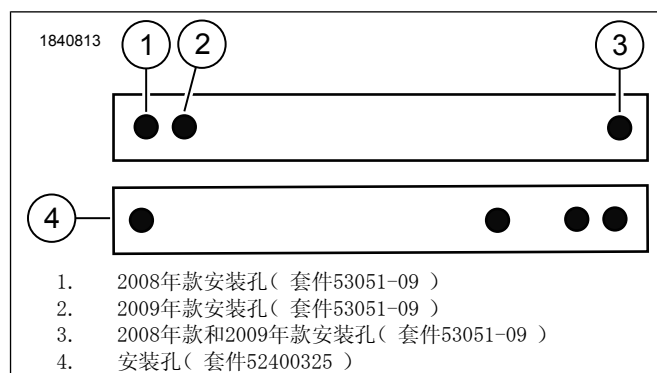

图6。扣带
1. 参见图6。将扣带（2）安装到螺柱（1）上。
- a. 参见图6。使用扣带安装孔。